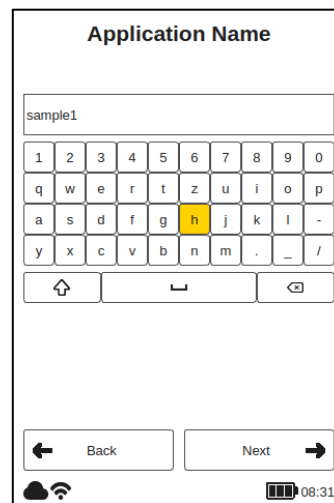

Figura 31: Nome da aplicação
Na próxima tela do teclado (ver Figura 31: Nome do aplicativo) você pode editar e modificar o nome do aplicativo, em seguida, confirmar o nome com o botão 'Next' ou abortar a operação com o botão 'Voltar' (B). Para deixar completamente o menu, 'Salvar' ou 'Rejeitar' muda.